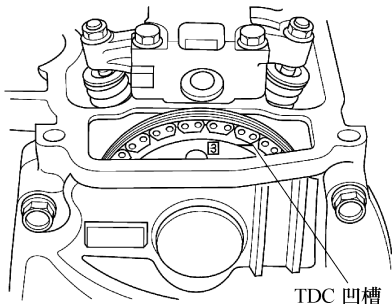

图 2-82 旋转曲轴对齐标记
8) 顺时针旋转曲轴。将凸轮轴链轮上的 3 号活塞 TDC 凹槽与气缸盖的顶部边缘对准, 见图 2-82。